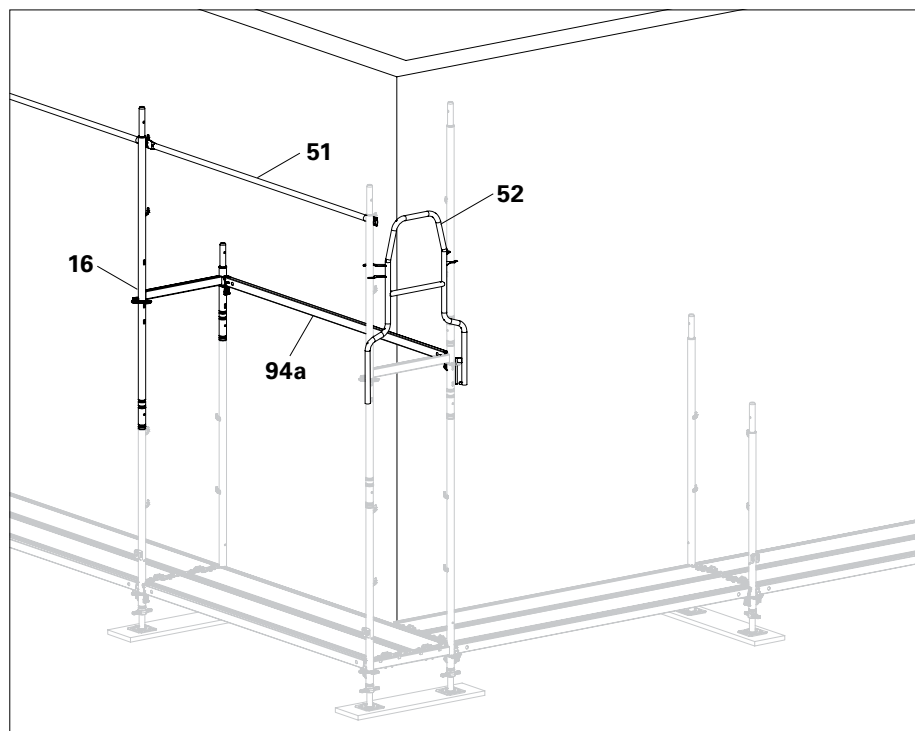

Abb. B6.02
7. Easy Rahmen EVF (16) mit Geländerholm EPG (51) an nächstem Rahmenzug aufstecken.
8. Vorlaufendes Stirngeländer UPA 67 (52) montieren.
9. Horizontalriegel UH Plus (94a) auf der Innenseite des durchlaufenden Gerüstfelds montieren. Keile festschlagen. (Abb. B6.02)